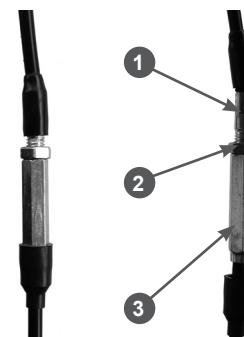

**Рис. 12 Регулировка троса включения хода**
- нажмите рычаг включения хода. При полностью нажатом рычаге включения хода пружина 1 должна быть растянута на 0,5 - 1 см (Рис. 12).
- отпустите рычаг включения хода. Между резиновым фрикционным колесом 1 и ведущим диском 2 должен быть зазор не менее 1 мм (Рис. 12);
Дополнительную регулировку тросов включения хода и включения шнеков в ограниченном диапазоне можно выполнить с помощью регулировочного механизма на каждом тросе (Рис. 12). Для этого ослабьте затяжку контргайки 2 и, выкручивая/закручивая регулировочный винт 1 в гайку 3, установите требуемую длину троса (Рис. 13).